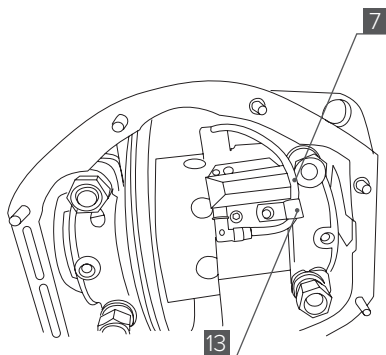

Рис. 13
12. Соедините фитинг проходной [6] с фитингом пневмопривода [2] трубкой [7] (Рис. 13).
- ⚠ **ВАЖНО: Убедитесь, что трубка, проведенная между фитингами, не касается подвижных частей редуктора. Воспользуйтесь хомутиком [13] для фиксации трассы трубки, как показано на Рис. 13.**